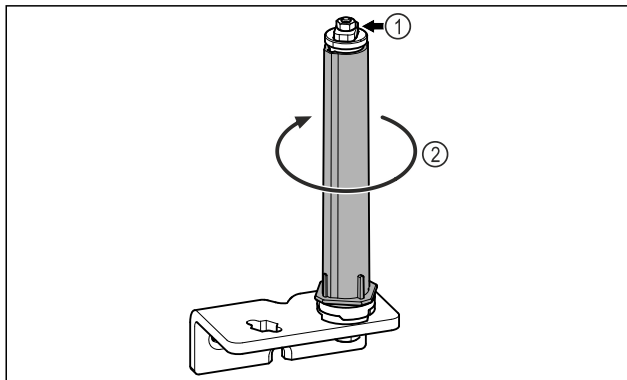

Fig. 29
- ▶ Systemu blokującego drzwi Fig. 29 (1) nie należy demonstrować.
- ▶ System blokujący Fig. 29 (2) obrócić do momentu, aż kliknie.